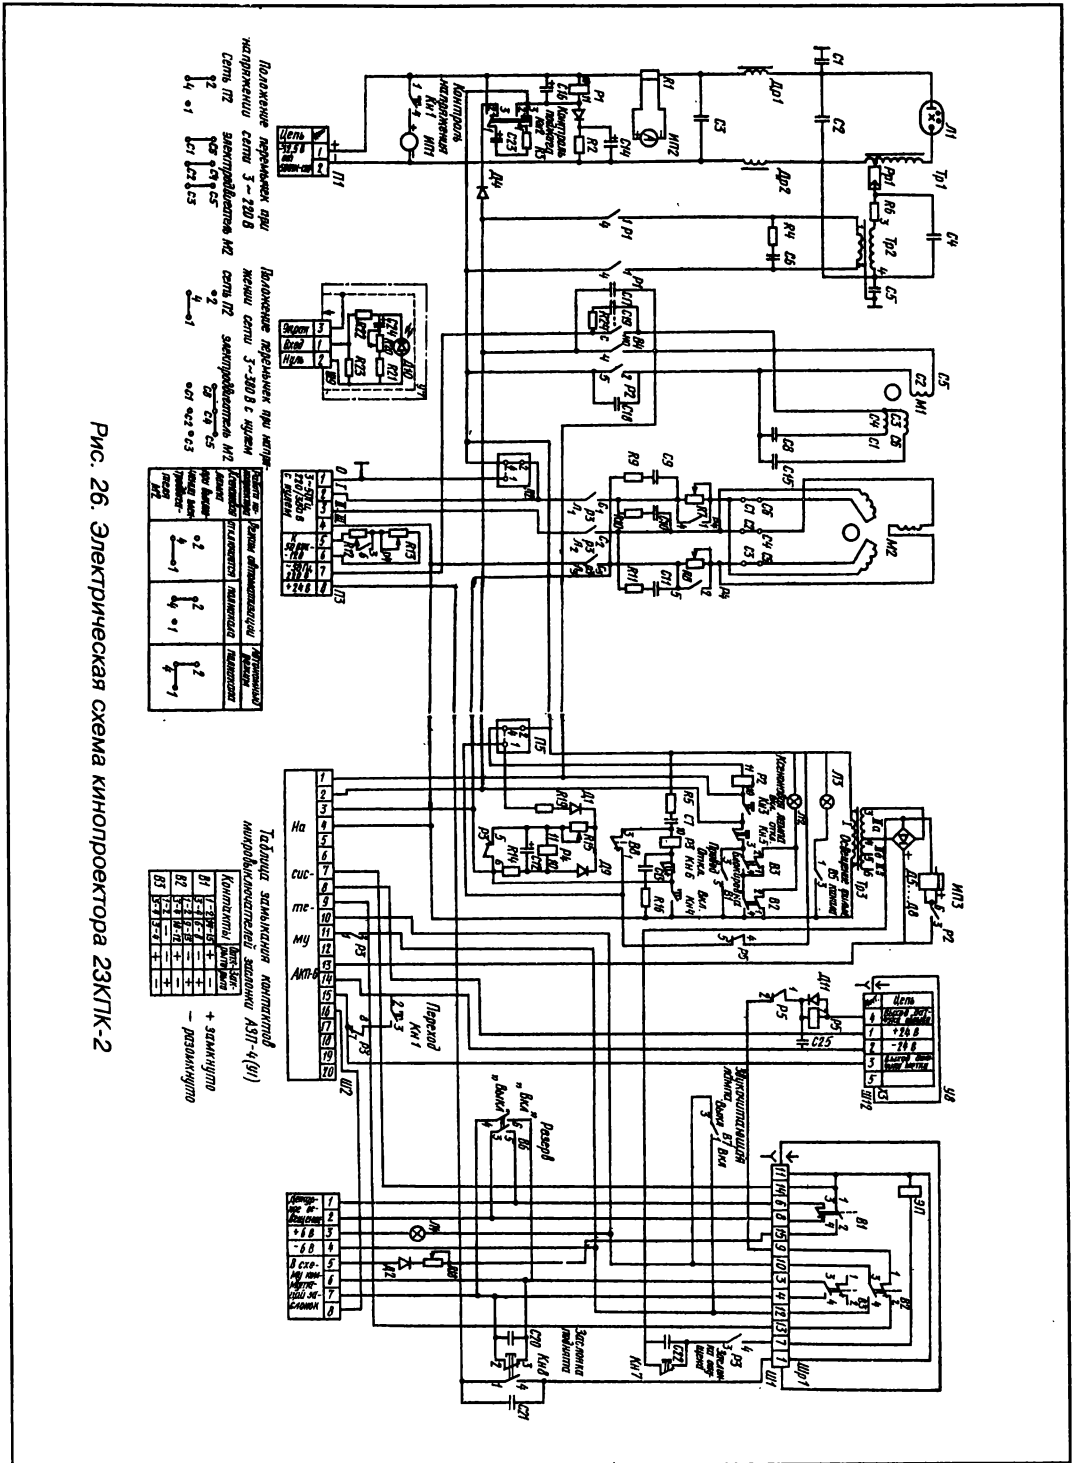

Рис. 26. Электрическая схема кинопроектора 23КТК-2
**Электрическая схема** (рис. 26) обеспечивает работу кинопроектора в автономном и в автоматизированном режимах совместно с устройством АКП-6М-6. Соединение кинопроектора с устройством производится через разъем Ш2.